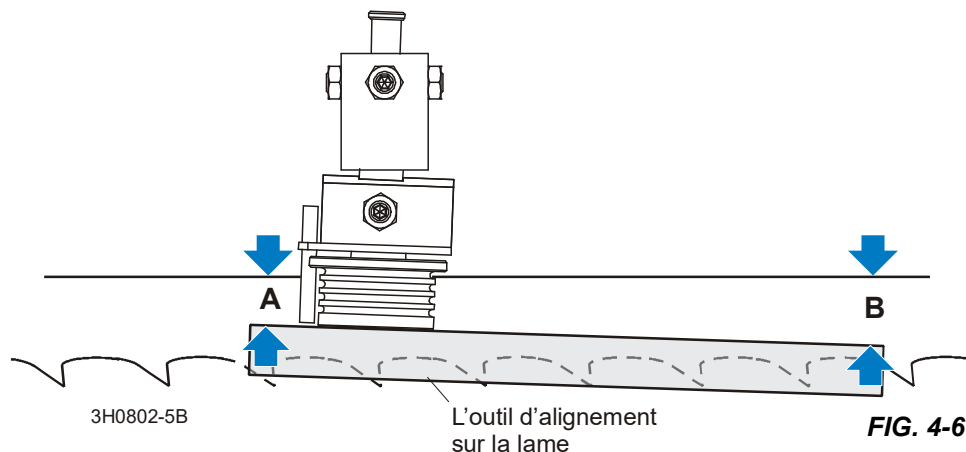

FIG. 4-6
2. Retirez le clip de l'outil d'alignement du guide-lame et placez l'outil contre la face du galet de guide-lame extérieur. See FIG. 4-6.